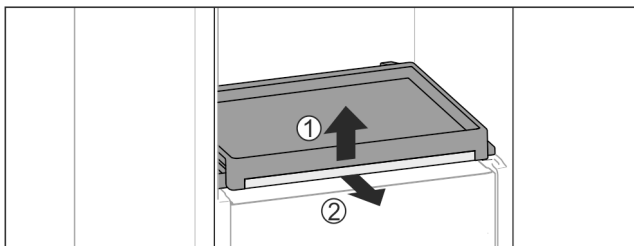

Fig. 111
- ▶ Scoateți raftul extractibil cu placa de sticlă: Ridicați ușor placa de sticlă în față Fig. 111 (1) și extrageți-o spre înainte Fig. 111 (2).